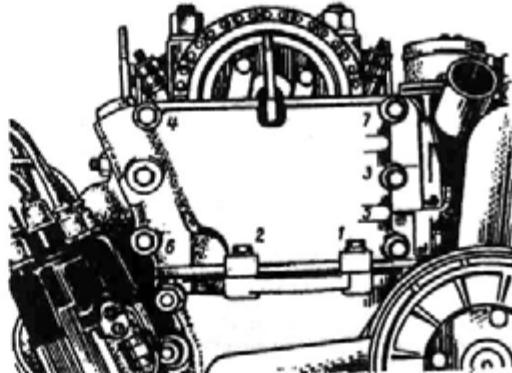

Рис. 9. Последовательность затяжки болтов крепления верхней крышки звездочек
- установив верхнюю крышку, произведите окончательную затяжку вначале двух болтов 1 и 2 (рис. 9), крепящих верхнюю крышку к нижней, затем — всех остальных.